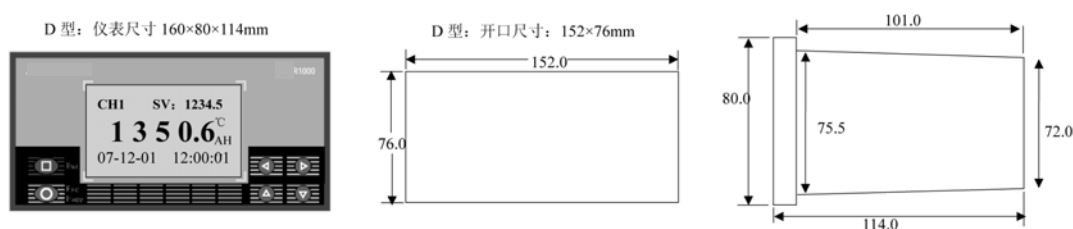

图1.2.1 D型仪表外形尺寸及开孔尺寸
- ◆ 面板的开孔尺寸及仪表的外形尺寸如图 1.2.1(D 型)、图 1.2.2 (A 型) 所示；